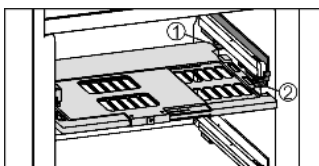

Fig. 34
► Установка пластины регулировки влажности: поперечные ребра крышки на пластине вставить через низ в задний держатель Fig. 34 (1) и защелкнуть спереди на держателе Fig. 34 (2).